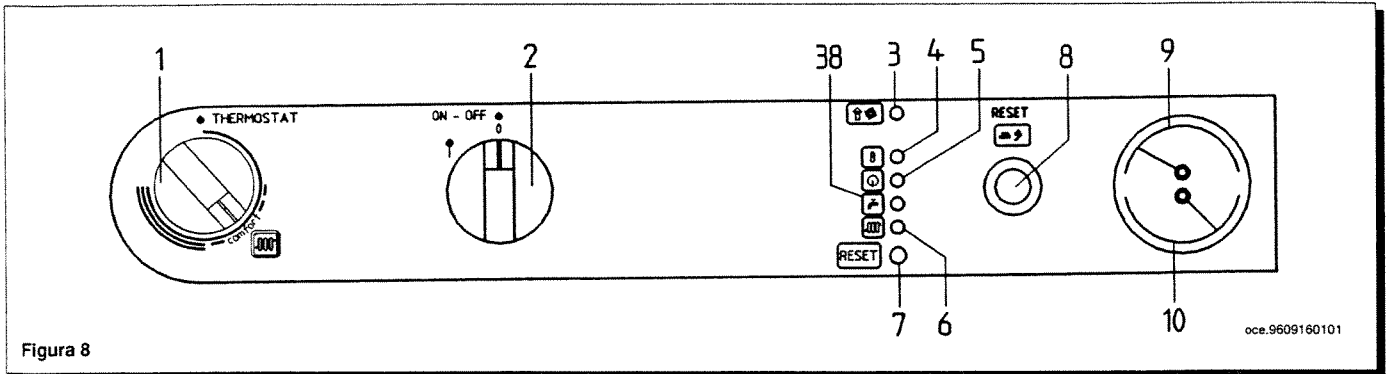

Figura 8
- aprire il rubinetto gas e ruotare la manopola (2) di figura 8 predisponendo la caldaia in posizione (I) assicurandosi che ci sia massima richiesta di calore;
- ruotare la manopola (2) in posizione (I) e verificare una nuova accensione. Nel caso di una interaccensione incompleta agire sul potenziometro RLA (pagina 19);
- con la manopola (2) in posizione (I) verificare che la potenza in riscaldamento sia quella richiesta dall'impianto, in caso agire sul potenziometro MAX RISC (pagina 19). Vedere la tabella sottostante per la pressione al bruciatore necessaria;
- *abrir el grifo gas y hacer girar el botón (2) de figura 8, predisponiendo la caldera en posición (I);*